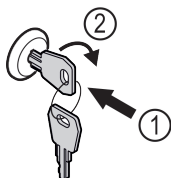

Fig. 106 Beispielhafte Darstellung
- Schlüssel hineindrücken Fig. 106 (1).
- Schlüssel um 90° im Uhrzeigersinn drehen Fig. 106 (2).